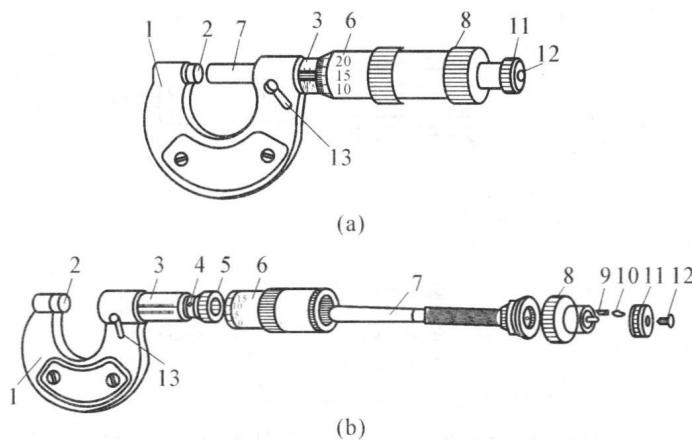

图 1-5 外径千分尺
2) 千分尺结构 如图1-5所示为外径千分尺的外形和结构，图中在尺架1的右端是表面有刻线的固定套管3；尺架的左端是砧座2；固定套管3里面装有带内螺纹(螺距为0.5 mm)的衬套5。测微螺杆7右面螺纹可沿此内螺纹回转，并用轴套4定心。在固定套管3的外面是有刻线的微分筒6，它用锥孔与测微螺杆7右端锥体相连。测微螺杆7转动时的松紧程度可用衬套5上的螺母来调节。当测微螺杆7要固定不动时，可转动手柄13通过偏心锁紧。松开罩壳8，可使测微螺杆7与微分筒6分离，以便调整零线位置。转动棘轮盘11，通过螺钉12与罩壳8的连接使测微螺杆7产生移动，当